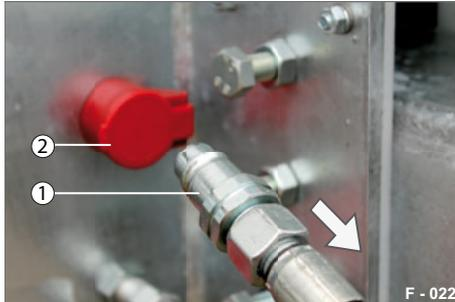

Abb. 26 Hydraulik-Leitung, anschließen
- ▶ Achten Sie auf sauberen Leitungsanschluss für Hydraulik (Abb. 26/1).